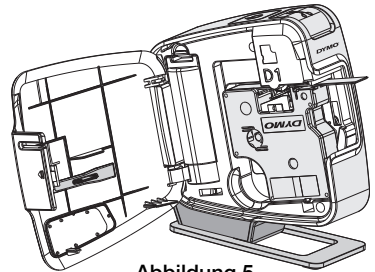

Abbildung 5
- 3 Legen Sie die Kassette ein, und drücken Sie feste, bis die Kassette in ihrer Position einrastet. Siehe Abbildung 5.